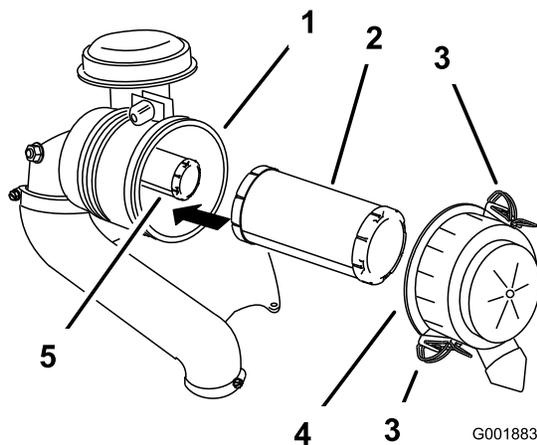

Bild 45
2. Lösen Sie die Riegel am Luftfilter und ziehen Sie die Abdeckung vom Luftfiltergehäuse ab (Bild 45).
2. Wenn Sie den Sicherheitsluftfilter austauschen, schieben Sie ihn vorsichtig in das Filtergehäuse ein (Bild 45).
3. Schieben Sie den Hauptluftfilter vorsichtig auf den Sicherheitsluftfilter (Bild 45).
5. Bringen Sie die Luftfilterabdeckung so an, dass die Seite mit **UP** nach oben zeigt, und rasten Sie die Riegel ein (Bild 45).
4. Schieben Sie den Hauptfilter vorsichtig aus dem Luftfiltergehäuse heraus (Bild 45).